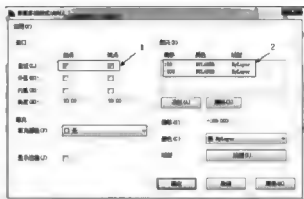

图 7-18
**步骤2:** 单击  按钮, 设置所弹出【新建多线样式】对话框 (图 7-18)。